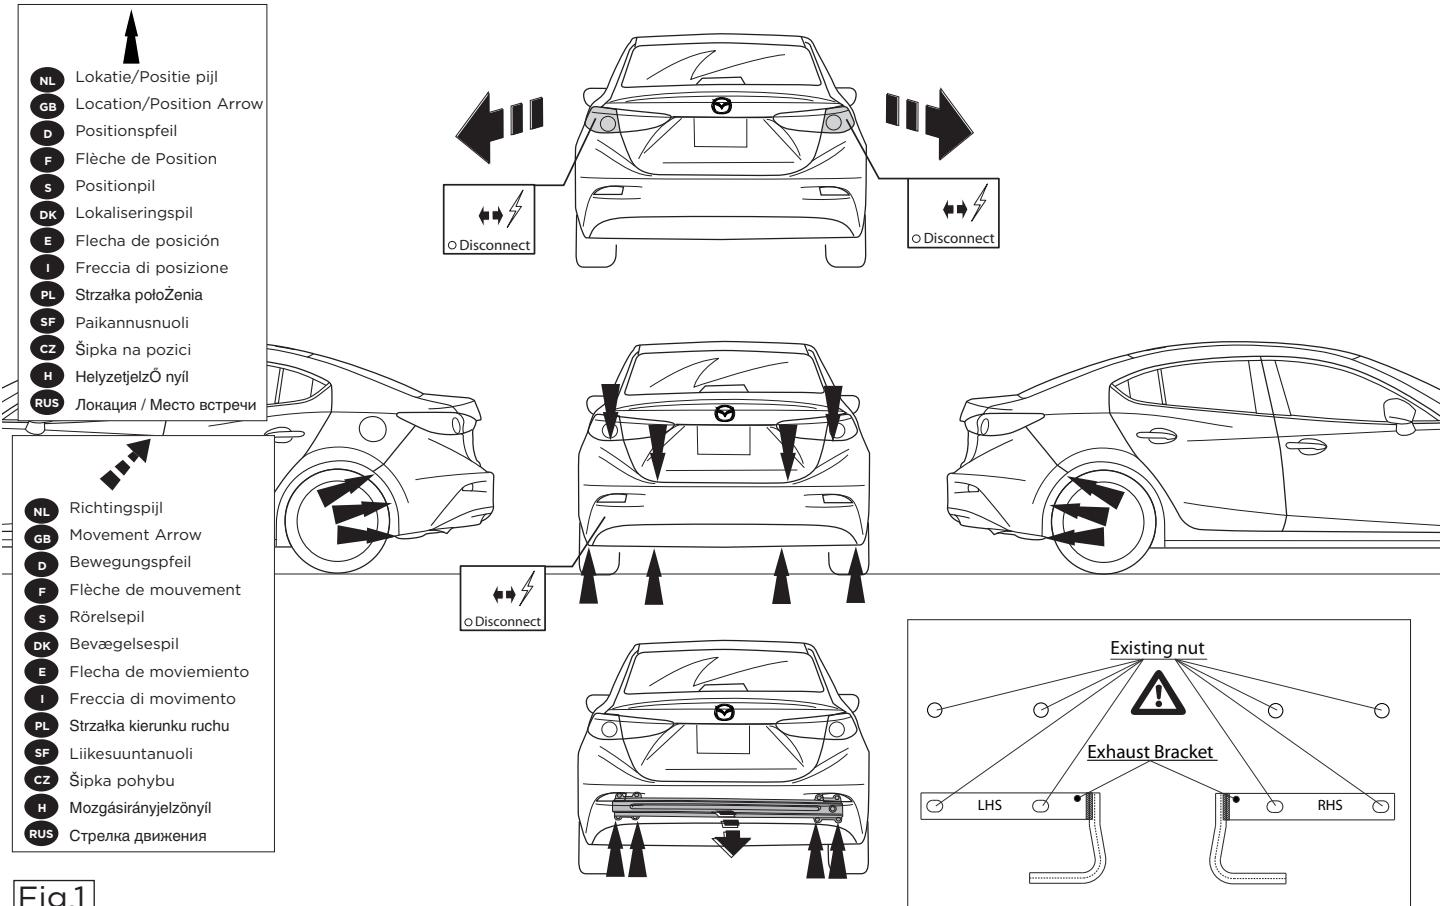

Fig.1
1. Снять задние фары и бампер. См. рисунок 1.
2. Снять бампер вместе со стальным буферным бруском автомобиля. Буферный брус больше не понадобится. См. рисунок 1.